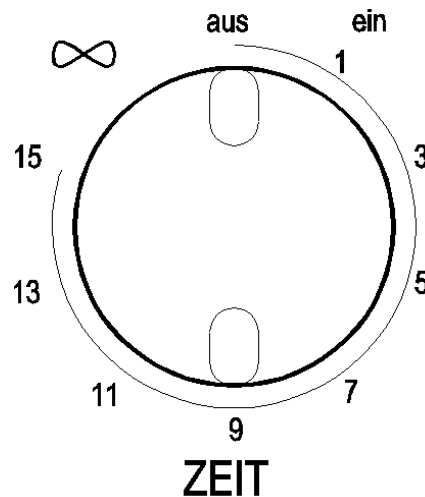

Bild 7.6
Das Gerät wird durch Einstellen der Zeitschaltuhr (Bild 7.6) ein- und ausgeschaltet.
1. Drehknopf (Bild 7.6) nach rechts auf gewünschte Reinigungszeit (max. 15 Minuten) stellen.
1. Drehknopf (Bild 7.6) bis in Stellung ∞ drehen